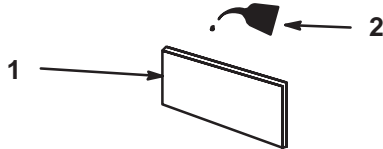

Bild 36
3. Tränken Sie den Einsatz mit frischem Motoröl (Bild 36). Drücken Sie den Einsatz, um überflüssiges Öl zu entfernen.